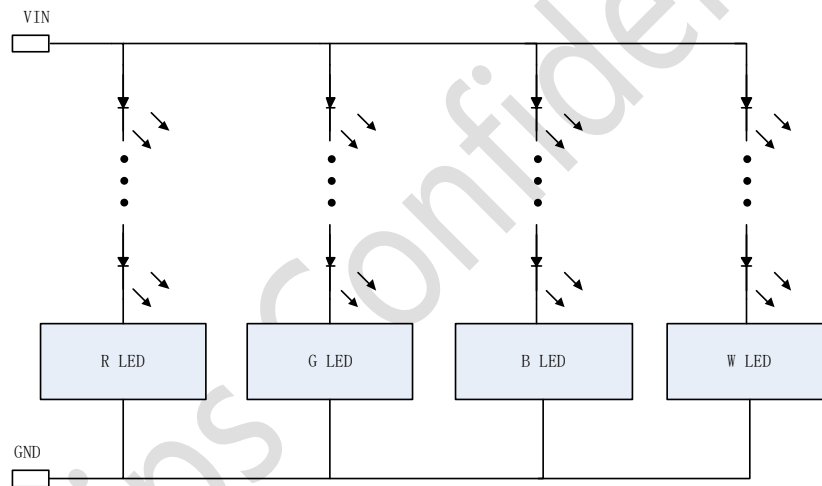

图 11.1 四路共阳连接电路示意图
5. 当 Hi7001 系统工作在 RGBW 并联工作时，多路系统与 LEDs 模组连接推荐共阳布线，示意图见图 11.1，四路 RGBW LEDs 系统布局布线见图 11.2；